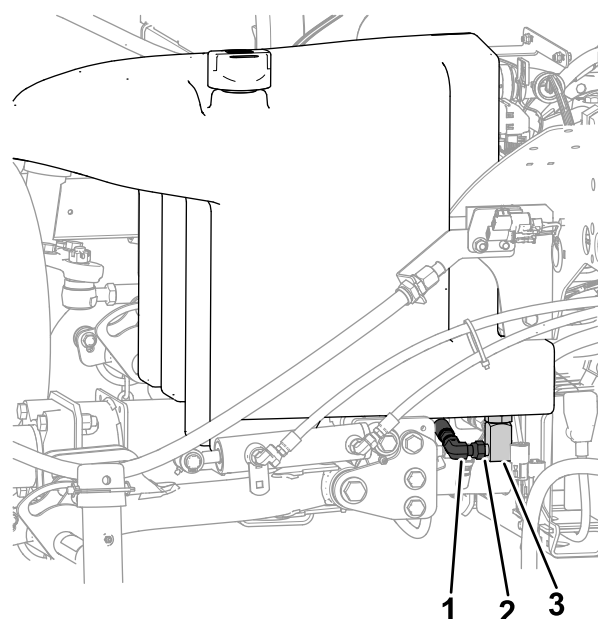

Figura 108
2. Coloque uma grande bandeja de drenagem sob o coletor (Figura 108) na parte inferior do tanque hidráulico; consulte o tópico Capacidade do fluido hidráulico \(página 71\).